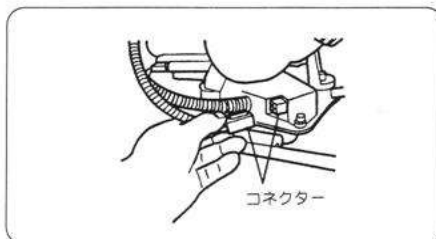

図10
- ③ストップコード先端のコネクターをエンジン側コネクターにさして接続します。(図10)